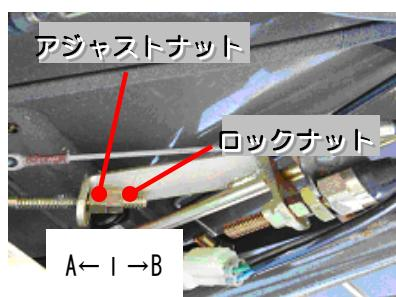

図2
③上記寸法以外でつながる時は、走行ロッドのアジャストナットで張りを調整して下さい。<図2参照>